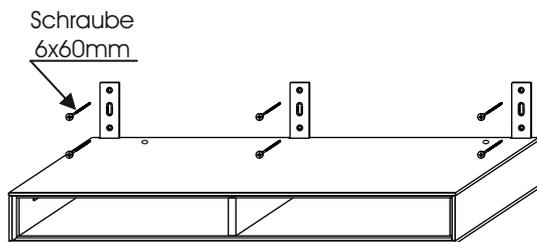

Abb.5
7. Damit das Möbel voll belastet werden kann, müssen Sie die Träger mit je zwei weiteren Schrauben fixieren. Verwenden Sie hierzu die 6x60mm Schrauben und die 8mm Kunststoffdübel. (Abb.5)